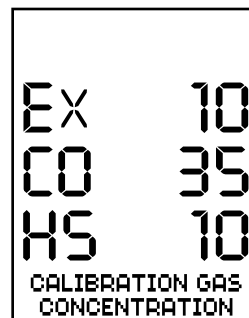

Fig. 13
La concentración de gas para prueba puede establecerse al pulsar el botón *PEAKS/NO* mientras se despliega la Programación de concentración de gas para prueba durante el calentamiento (Fig. 13). Para saltarse este paso, pulse el botón *POWER/SELECT* o espere 5 segundos. Esto puede cambiarse para igualar su gas de prueba si no es la misma concentración que la del Gas para calibración estándar de cuatro mezclas de 3M de 35 ppm CO, 10 ppm, H2S, 10% LEL (metano), 18% oxígeno, nitrógeno de balance. Use los botones de flecha para ajustar el dígito y el botón *POWER/SELECT* para avanzar al siguiente dígito. El rango permitido para la Concentración de gas para prueba es: Monóxido de carbono (CO) – 25 a 200 ppm, ácido sulfhídrico (H2S) – 10 a 100 ppm y gas combustible (EX) – 10% a 50% LEL. Si se ha establecido la contraseña de protección, se le solicitará introducirla para cambiar la programación de concentración de gas para prueba.